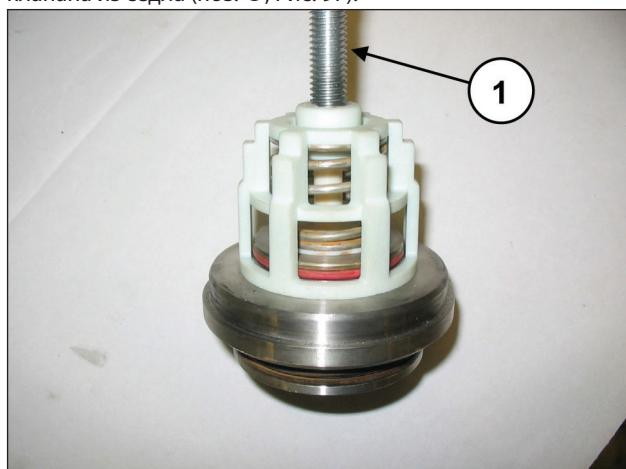

Рис. 97
Снимите клапанные узлы всасывания и нагнетания, закрутив винт M10, чтобы можно было надавить на внутреннюю направляющую и извлечь направляющую клапана из седла (поз. ①, Рис. 97).